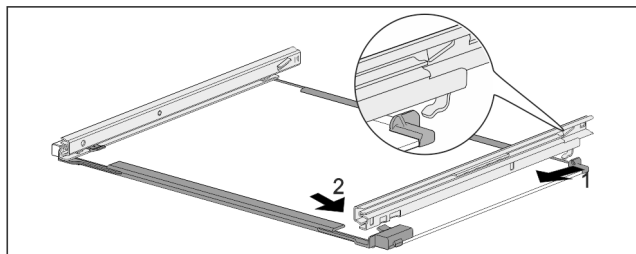

Fig. 144 Стеклопластина с направляющими
- ▶ Зацепите направляющую сзади. Fig. 144 (1)
- ▶ Защелкните направляющую спереди. Fig. 144 (2)